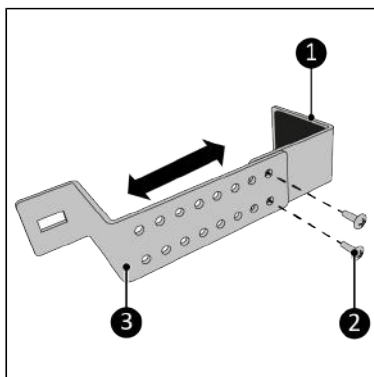

Figure 172.
3. Vissez la partie supérieure (Figure 172, pos. 1) et la partie inférieure (Figure 172, pos. 2) ensemble au moyen des deux vis M5 x 7 mm (Figure 172, pos. 3). Assurez-vous que la largeur soit légèrement supérieure à la largeur du cadre de la fenêtre.